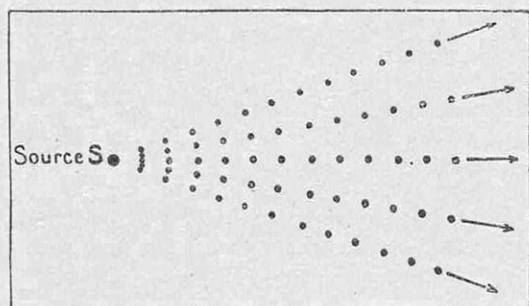

FIG. 2. — LES RAYONS LUMINEUX SONT CONSTITUÉS PAR LES TRAJECTOIRES DE TOUS LES PHOTONS LANCÉS PAR LA SOURCE S
Sans qu'il y ait contradiction, — c'est M. Louis de Broglie qui l'a établi, — nous pouvons dire encore que le rayon lumineux est la trajectoire que suivent les éléments des ondes issues de la source *S* (fig. 2 et 3). Les longueurs λ de ces ondes, qui sont les quotients de la vitesse de la lumière par la fréquence de vibrations, varient sur une très large échelle. Elles se mesurent en mètres dans la T. S. F., en microns dans le spectre visible, en angströms (2) dans l'ultraviolet, dans les rayons X.
(1) Voir *La Science et la Vie*, n° 245, page 392.
(2) Un angström est 1 dix-millième de micron, soit 1 dix-millionième de millimètre.